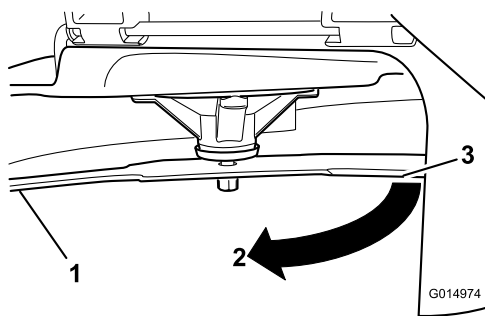

**Bild 61**
3. Messen Sie von der Messerspitze bis zu ebenen Fläche (**Bild 61**).